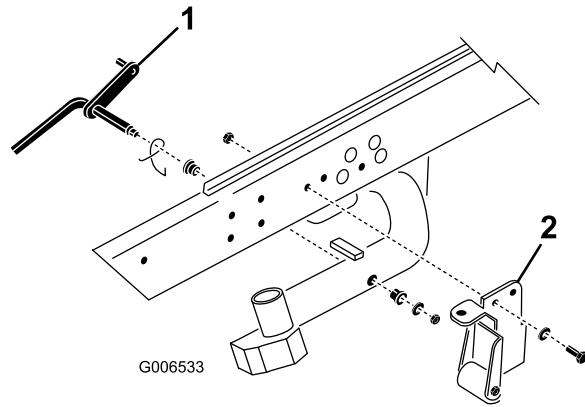

Figura 3
1. Retire a porca de bloqueio e a anilha que fixam a haste de articulação ao braço de elevação n° 2 (Figura 3). Retire a haste de articulação e a mola do braço de elevação. Repita o procedimento para os braços de elevação n° 1 e n° 3.
Nota: O apoio da inclinação com cilindro e os suportes de apoio da inclinação não são necessários quando se trabalha com unidades de corte DPA (Figura 3). Podem ser retirados, se se quiser.